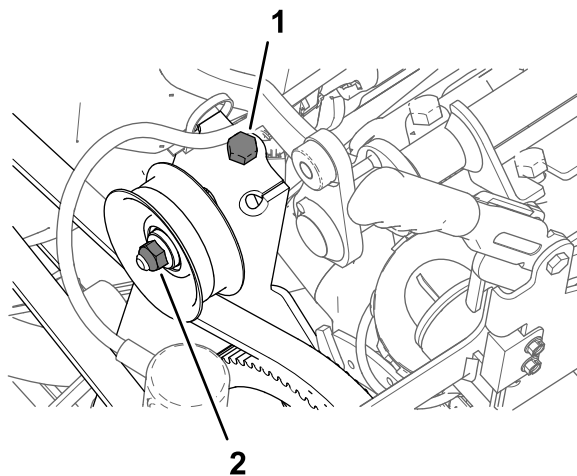

图180
1. 拧松怠轮皮带轮轴上的螺母图180。
2. 旋松皮带拉紧螺栓卸除打药机泵皮带的所有拉力图180。